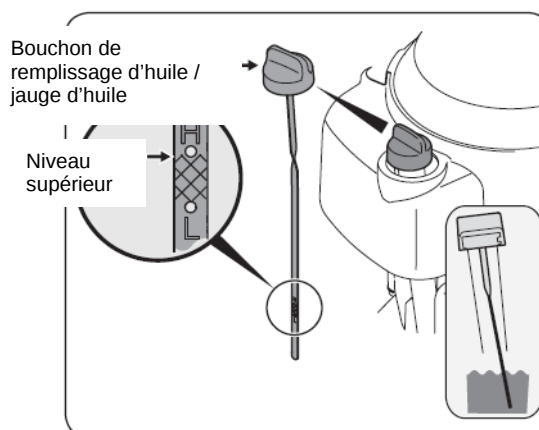

Figure 3-2
4. Si le niveau est bas, ajoutez lentement de l'huile jusqu'à la limite supérieure sur la jauge d'huile. Voir l'encart de la Fig. 3-2.